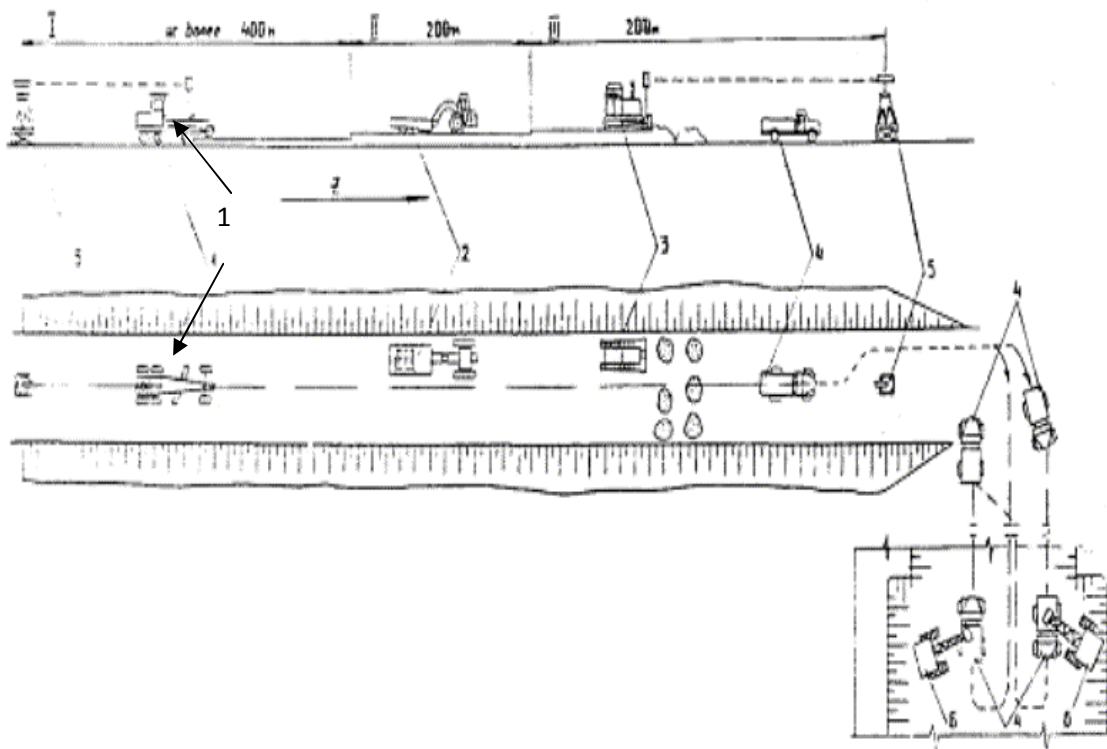

Рис. 17
23. На рис. 17 представлена технологическая схема